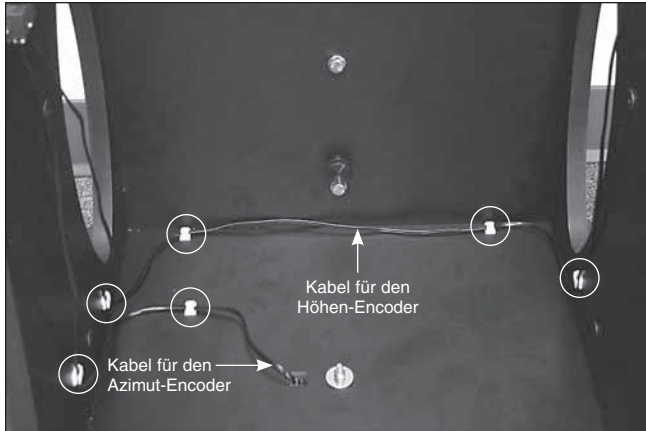

Abbildung 13. Verlegen Sie das Kabel mit Hilfe der Kabelklemmen sicher und ordentlich an der Basis.
21. Verlegen Sie die Kabel für Höhen- und Azimut-Encoder mit den Kabelklemmen aus dem IntelliScope-Bausatz sicher und ordentlich an der Basis. Wir empfehlen, zwei Klemmen für das (kürzere) Kabel des Azimuth-Encoders und vier Klemmen für das (längere) Kabel des Höhen-Encoders zu verwenden (Abbildung 13). Die Klemmen besitzen eine selbstklebende Rückseite. Entfernen Sie einfach das Papier auf der Rückseite der Klemmen, und drücken Sie die selbstklebende Rückseite an die Stelle der Basis, an der die Klemme befestigt werden soll.